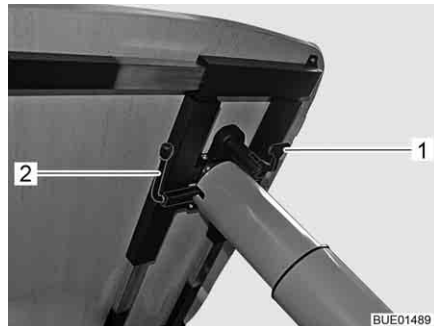

Fig. 112 Ajuste de la mesa elevadora
- Plegar hacia abajo la palanca de bloqueo (Fig. 112,1).
- Girar la palanca (Fig. 112,2) debajo del tablero de la mesa 180° en sentido de las agujas del reloj. El mecanismo de elevación en la pata de mesa se desbloquea.
- Girar la palanca (Fig. 112,2) debajo del tablero de la mesa 180° en sentido de las agujas del reloj. El tablero de la mesa se desplaza automáticamente hacia arriba hasta el tope final.